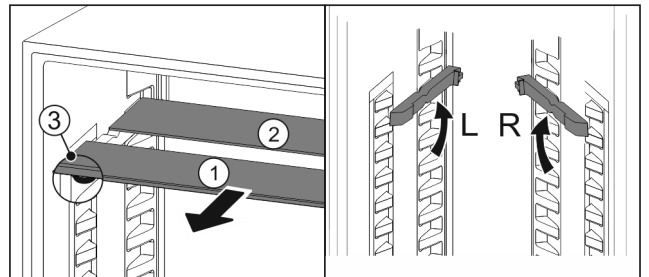

Fig. 25
- Посуньте Fig. 25 (1) скляну панель вперед.
- ▷ Скляна панель Fig. 25 (1) з декоративною планкою лежить спереду.
- ▷ Стопори Fig. 25 (3) показують вниз.